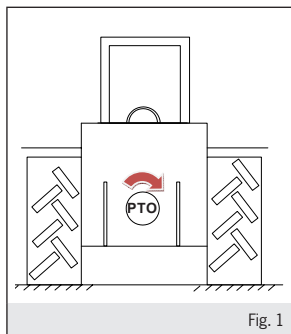

Fig. 1
Per rispettare la corretta sequenza di fase L1-L2-L3, la presa di forza del trattore deve girare in senso orario (vedi fig.1).
To respect the correct phase sequence L1-L2-L3, the P.T.O. must turn in clockwise rotation (see fig.1).
Pour se conformer à l'ordre correct des phases L1-L2-L3, la prise du force doit tourner dans le sens horaire (voir fig.1).
Für die richtige Phasenfolge L1-L2-L3 respektieren, die Zapfwelle des Traktors muss im Uhrzeigersinn drehen (siehe Abb.1). Die im Benutzungsland geltenden Sicherheitsnormen beachten.
Para cumplir con la secuencia de fases correcta L1-L2-L3, la toma de fuerza del tractor debe girar en sentido horario (ver fig.1).
- die Schutz-Gegenhaube (Abb.1) in unversehrt und gut befestigten Zustand vorhanden ist. Die Gegenhaube muss den Schutz des Kardangelns über mindestens 50 mm abdecken und den unbeabsichtigten Kontakt der Hände mit in Bewegung befindlichen Elementen verhindern.
- la capucha de protección (fig.1) esté en condiciones perfectas y bien fijada. La capucha debe cubrir la protección de la junta cardánica por al menos 50 mm e impedirá el contacto accidental de las manos con piezas en movimiento.